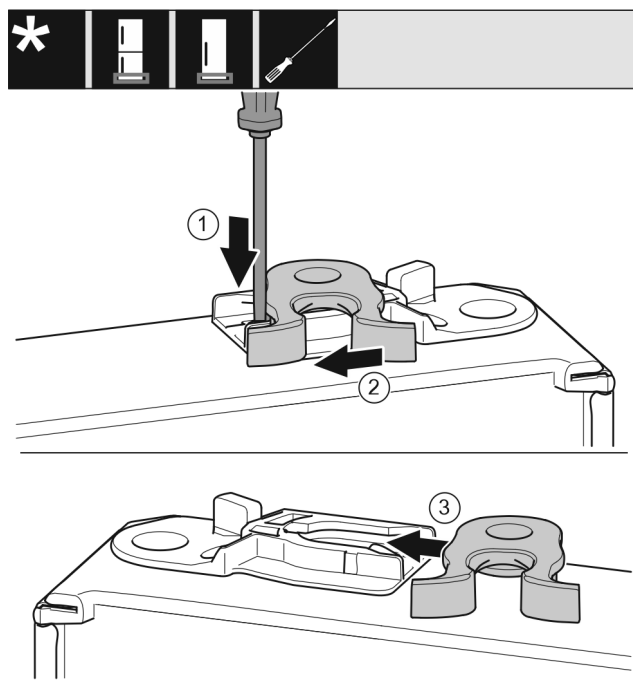

Fig. 23 *
- Plochým šroubovákem přitlačte lamelu Fig. 23 (1) dolů.*
- Vytáhněte petlici Fig. 23 (2) z vedení.*
- Petlici Fig. 23 (3) zasuněte do vedení na druhé straně.*